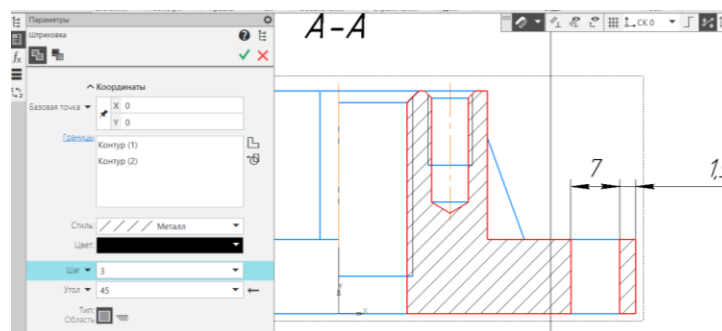

Рис. 42 Команда «Штриховка»
- **Черчение – Геометрия – Штриховка.** Используя команду «Штриховка» достраивают главное изображение (рис. 42).